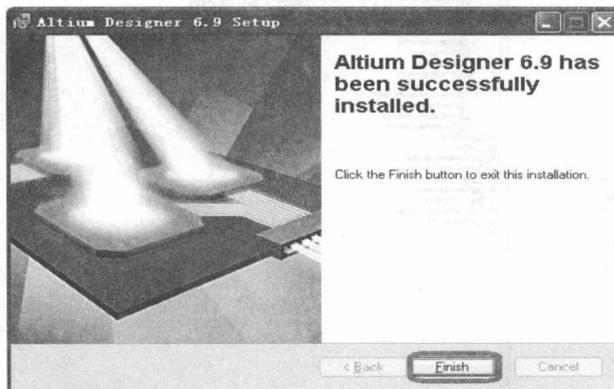

图 1-8 安装完成
(5) 经过 20 min 后即出现如图 1-8 所示的界面，点击【Finish】即完成初步安装。